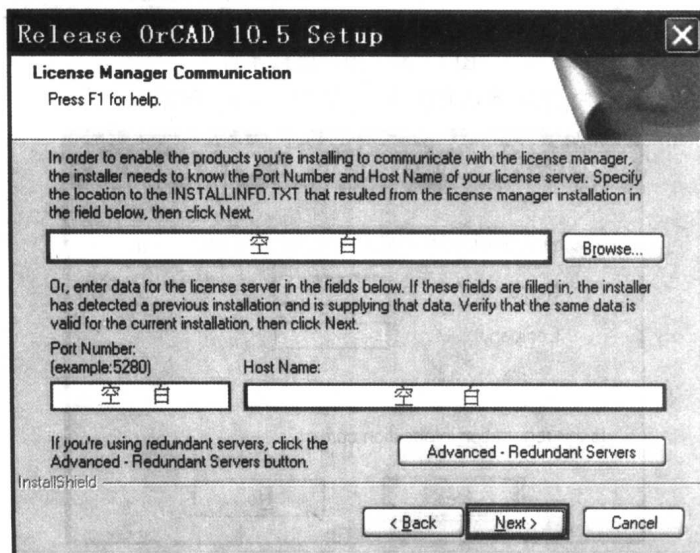

图 1-4a 许可证书管理交流界面
4) 请确认已关闭所有的防毒软件, 以免造成安装过程的失败, 此时请按下【确定】, 进入许可证书管理交流界面, 如图 1-4a 所示。